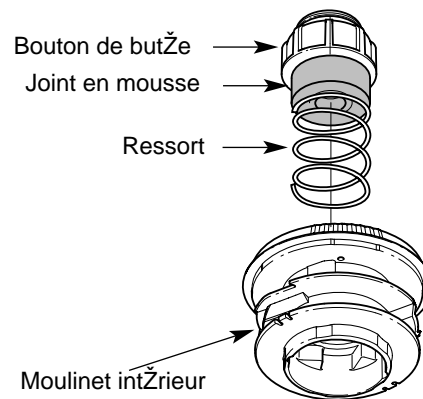

Fig. 47
1. Retirez le bouton de butée, le ressort et le joint en mousse en tournant le bouton de butée à gauche (Fig. 47).
- Maintenez le moulinet intŽrieur et installez le bouton de butŽe, le ressort, et le joint en mousse en poussant le bouton de butŽe vers le bas et en le tournant ^ droite. Saisissez les extrŽmitŽs et tirez fermement pour dŽgager le fil des fentes de retenue du moulinet intŽrieur (Fig. 47).
- Tirez le bouton de butŽe, le ressort et le joint en mousse (Fig. 47).